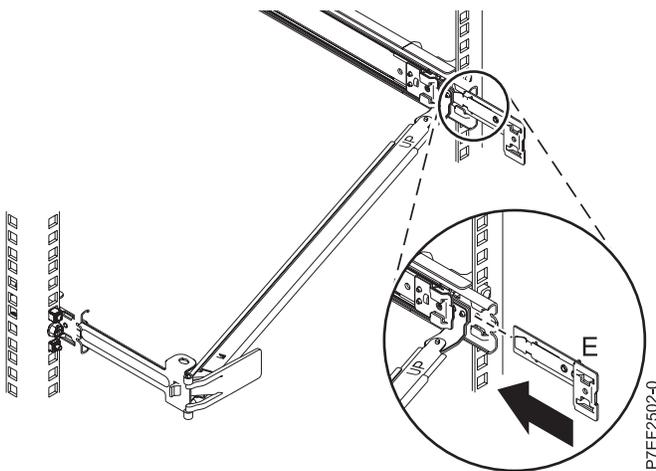

Abbildung 15. Erweiterungshalterung in der Schiene installieren
4. Schieben Sie die Erweiterungshalterung **(E)** in die rechte Schiene. Drücken Sie die Halterung in die Schiene, bis die gefederte Verriegelung einrastet, wie in Abb. 15 dargestellt.